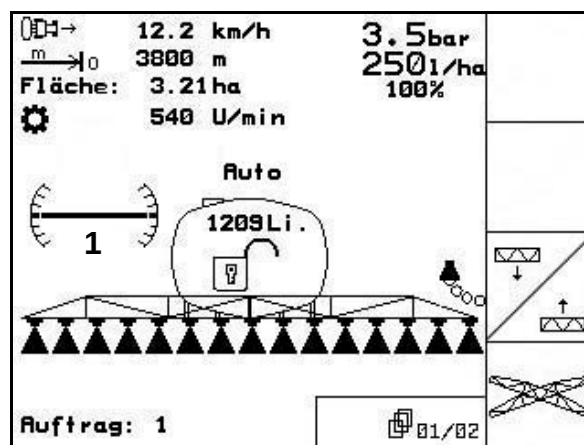

Fig. 141
- En el menú Trabajo el símbolo regulación de inclinación (Fig. 141/1) muestra la alineación horizontal del varillaje de rociado.